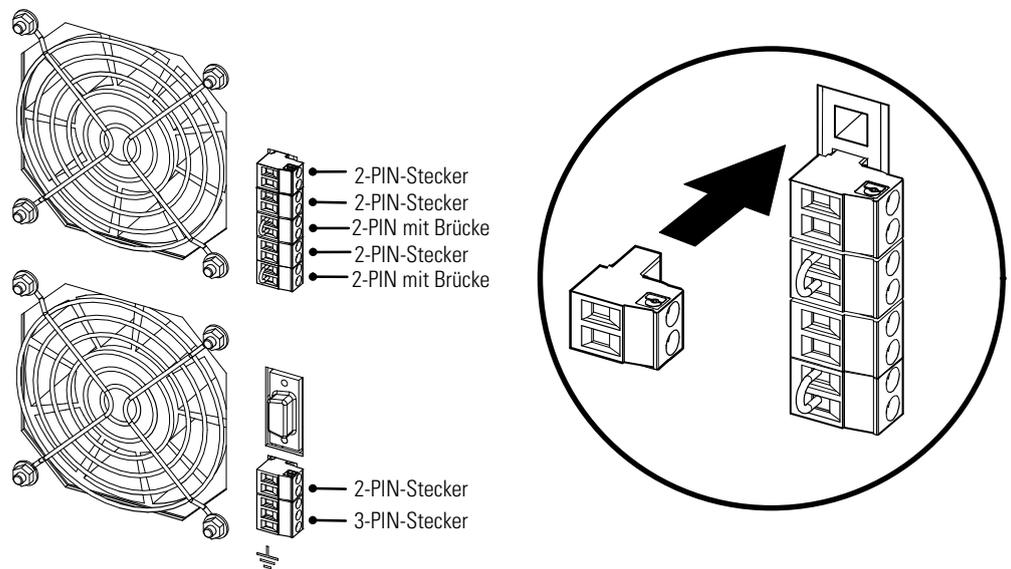

Abbildung 25, Montage der Datenübertragungsstecker an der Klemmenleiste
18. Die mitgelieferten Datenübertragungsstecker für die Klemmenleiste, wie in Abbildung 25 dargestellt, an der USV-Rückwand wieder einstecken.